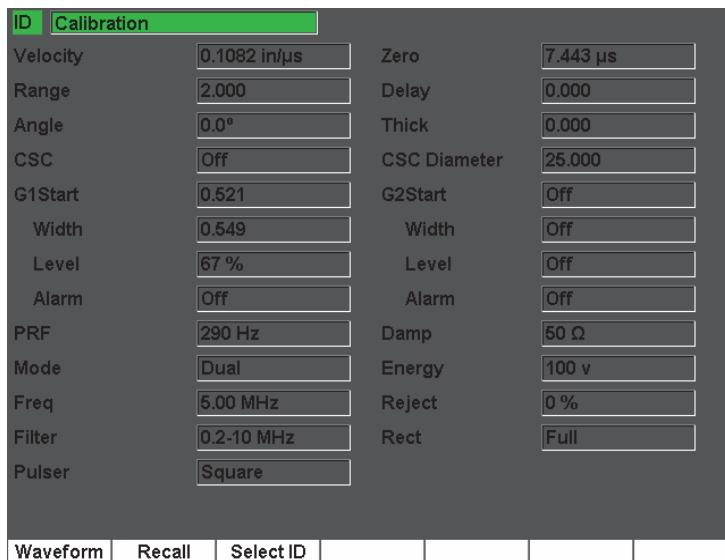

Рис. 11-6 Просмотр содержания файла (настройки)
3. Нажмите **Setup** (Настройка), чтобы просмотреть полный набор параметров текущего ИД (см. Рис. 11-6 на стр. 213).